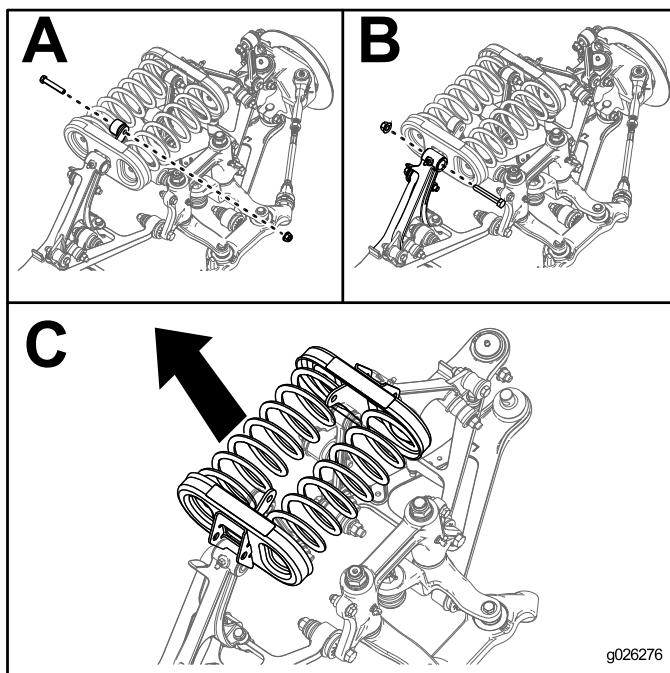

Figura 20
5. Retire los pernos y las tuercas de los extremos de los brazos de estabilización, según se muestra en Figura 20, A.
6. Retire los pernos y las tuercas del brazo de control que sujeta cada soporte de muelle, según se muestra en Figura 20, B.
7. Retire los soportes de los muelles y los muelles de la máquina, según se muestra en Figura 20, C.